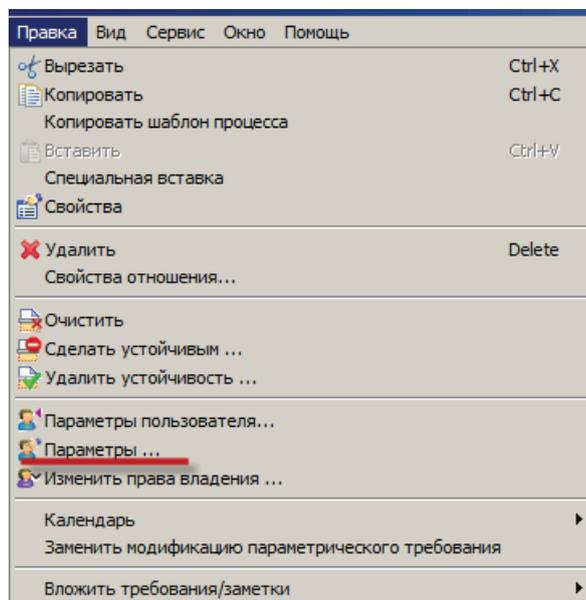

Рисунок 11.2
- для этого нужно выбрать пункт основного меню **Правка > Параметры** (рис. 11.2);